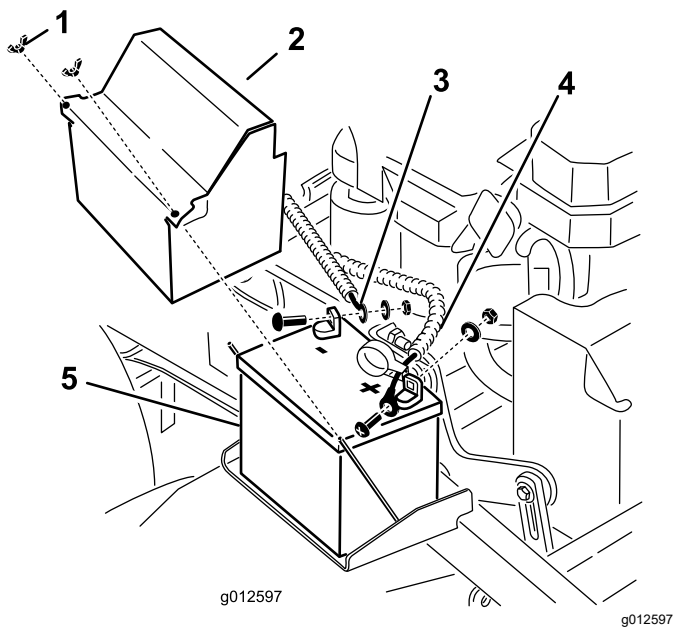

Figura 27
11. Instale la batería en la máquina (Figura 27).